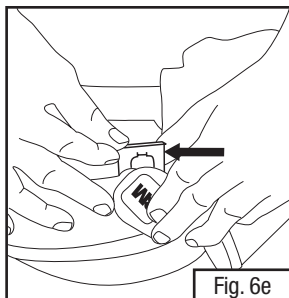

Fig. 6e
- Alinee el marco del visor en las ranuras de ajuste y coloque el resorte en su lugar. Con el poste y la placa trasera enganchados, el marco del visor debe estar en la posición totalmente abierta o totalmente cerrada antes de instalar el muelle (Fig. 6e).